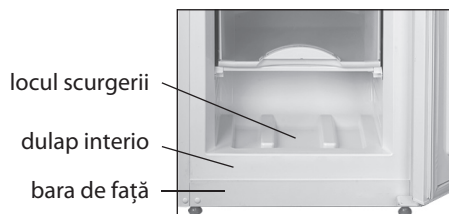

Figura 5 – Colectarea apei
4.1 În timpul dezghețării congelatorul, apa care apare când se topește stratul de zapadă trebuie să fie ștersă din zona de scurgere cu un material absorbant în conformitate cu Figura 5. Apoi congelatorul trebuie să fie spălat și șters bine.
ATENȚIE! Nu permiteți scurgerea apei în timpul dezghețării și curățării congelatorului. Dacă apa ajunge la consola frontală a carcasei interne și externe, vezi Figura 5, aceasta poate provoca coroziunea exterioară a congelatorului și a pieselor de congelare automata, cit și perturbarea materialelor de izolare, ceea ce duce la formarea fisurilor interne și la eșecul congelatorului.